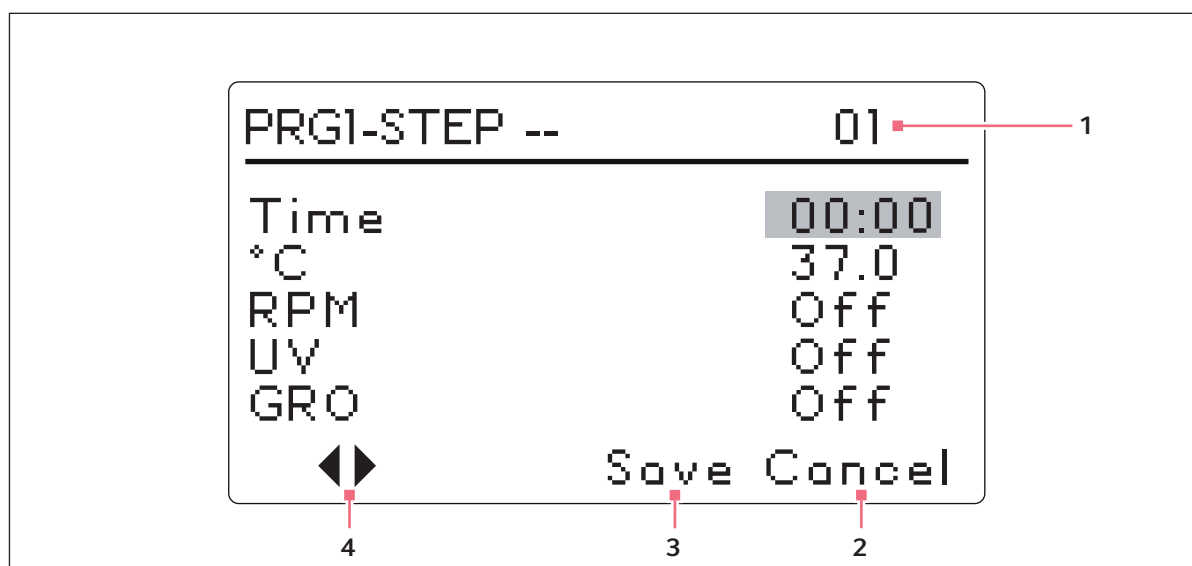

Рис. 5-12: Программа 1, Шаг 1
2. Поворачивайте ручку управления до тех пор, пока в поле не появится **New**. Нажмите на ручку управления, чтобы выбрать этот режим. Откроется экран для первого шага программы 1 (см. рис. 5-12 на стр. 58):